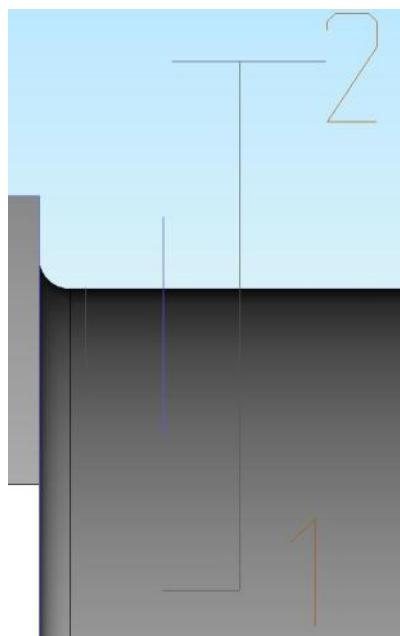

Рисунок 15. Удаление части элемента
10. Нажмите кнопку  «Удаление части элемента» на панели «Редактирование 2D» и удалите линии 1 и 2 (рис. 15).